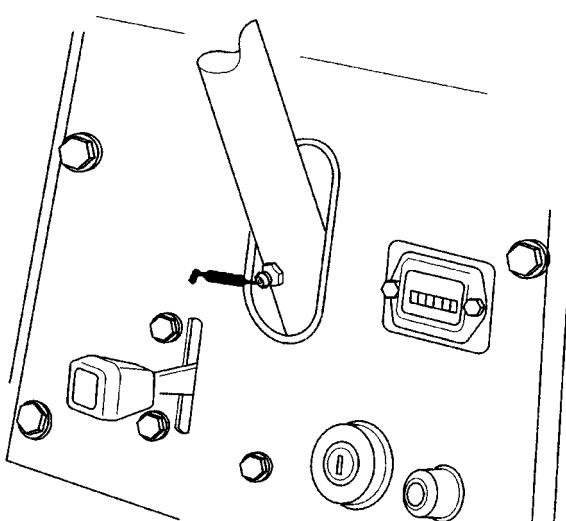

図 20
## ペアリングとブッシュのグリス アップ (図20 ~ 26)
- ステアリング コラム (図20)